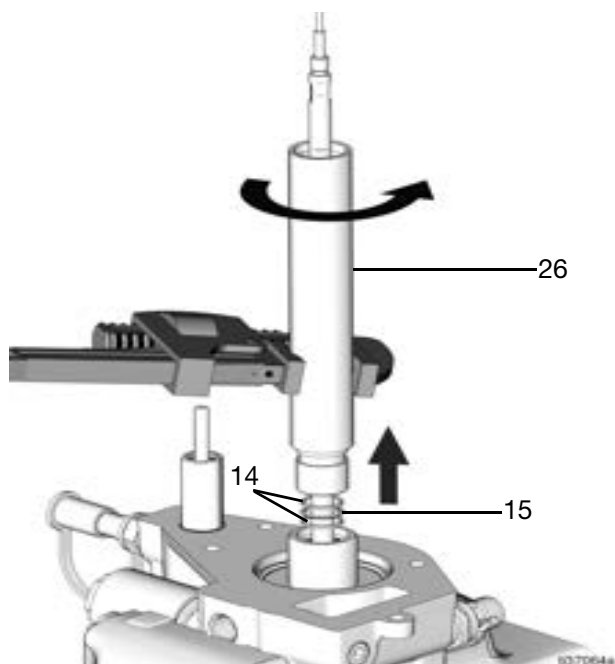

図 45
28. 上部のハウジングからエクステンションチューブ (26) を緩めて取り外します。2つのバックアップリング (14) および Oリング (15) を取り外します (図 45)。